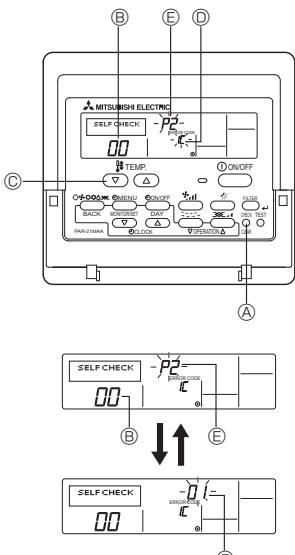

Fig. 7-3
7.3.1. Για ενσύρματο τηλεχειριστήριο (Fig. 7-3)
- ① Τροφοδοτήστε με ρεύμα τη μονάδα.
- ② Πατήστε δύο φορές το κουμπί [CHECK] (ΕΛΕΓΧΟΣ).
- ③ Ορίστε τη διεύθυνση ψυκτικού με το κουμπί [TEMP] εάν χρησιμοποιείται έλεγχος συστήματος.
- ④ Πατήστε το κουμπί [ON/OFF] για να σταματήσει ο αυτόματος έλεγχος.